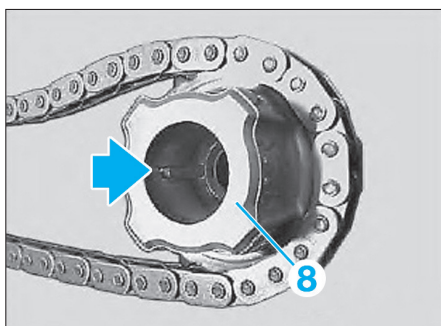

Fig. 63
L'illustration montre le pignon de chaîne (8) de la pompe haute pression à l'état déposé (Fig.63).